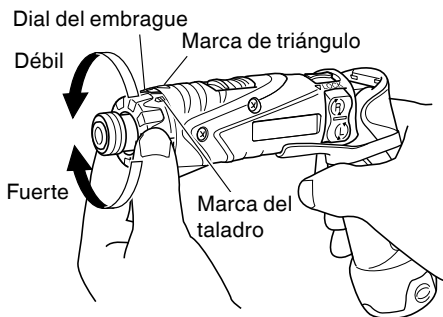

Fig. 9
6. Confirmar la posición del dial del embrague (Ver la Fig. 9).
- (2) Indicación del par de apriete (Consulte la Fig. 9)
- (3) Ajuste del par de apriete (Consulte la Fig. 9)